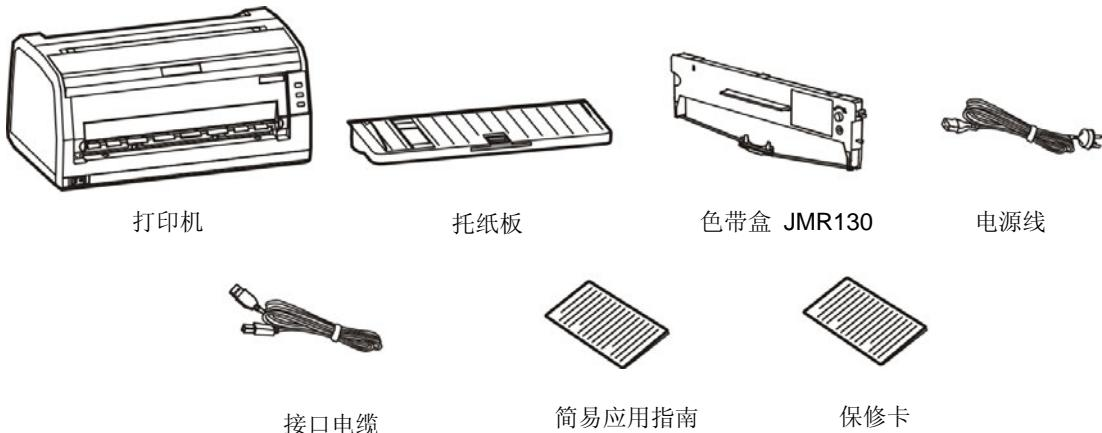

图 2-1 包装箱内打印机包装配件
在打印机包装箱内，应具有以下各项：(1) 打印机；(2) 托纸板；(3) 色带盒 JMR130；(4) 电源线；(5) 接口电缆；(6) 简易应用指南；(7) 保修卡（如图 2-1 所示）。如有遗漏，请向有关经销商联系。